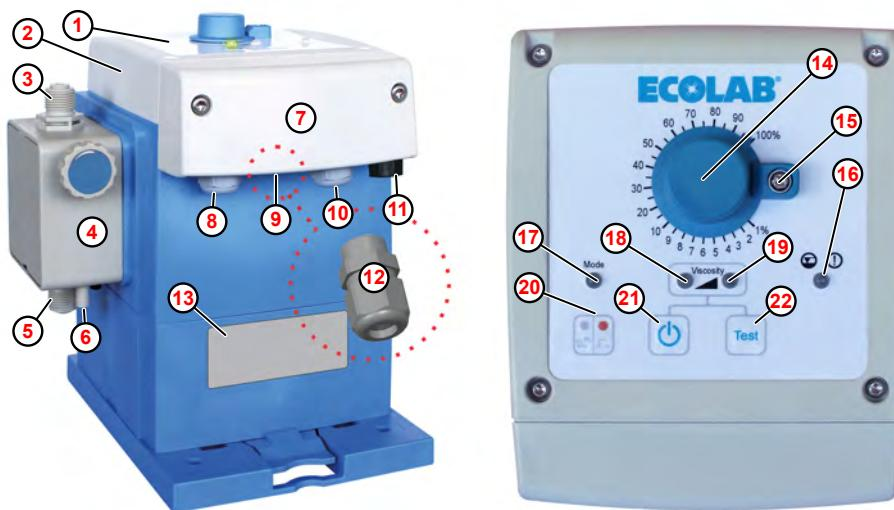

Fig. 1 : Construction et éléments de commande du système « EcoUp »
*Pour le raccordement du câble de signal d'alarme, le pack d'accessoires de la pompe contient un presse-étoupe M12 x 1,5 ( Fig. 1 , ⑫ ) adapté.*
- DE Ø = 5,1 à 5,7 mm ( ⑧ - ⑩ ).*